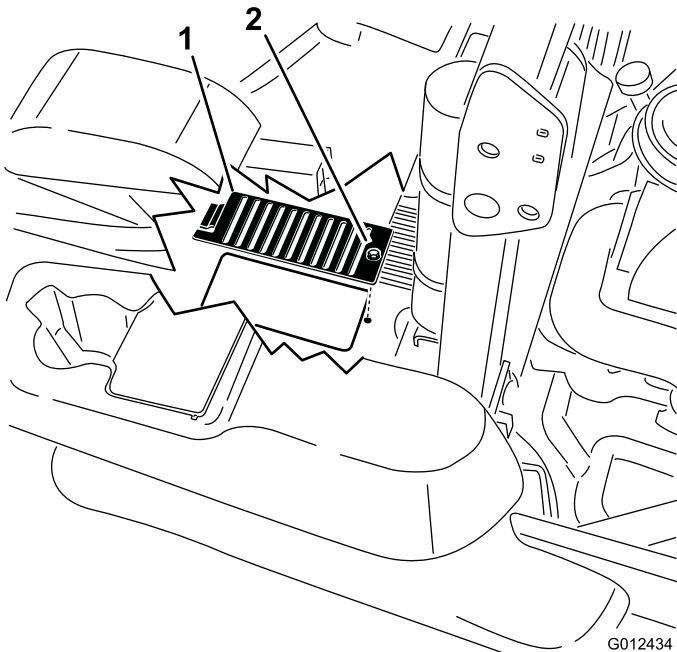

Figure 78
6. Au-dessus de chaque jauge, retirez le couvercle ainsi que le boulon fixé dessus. Nettoyez la surface autour de chaque jauge et unité hydraulique (Figure 78).